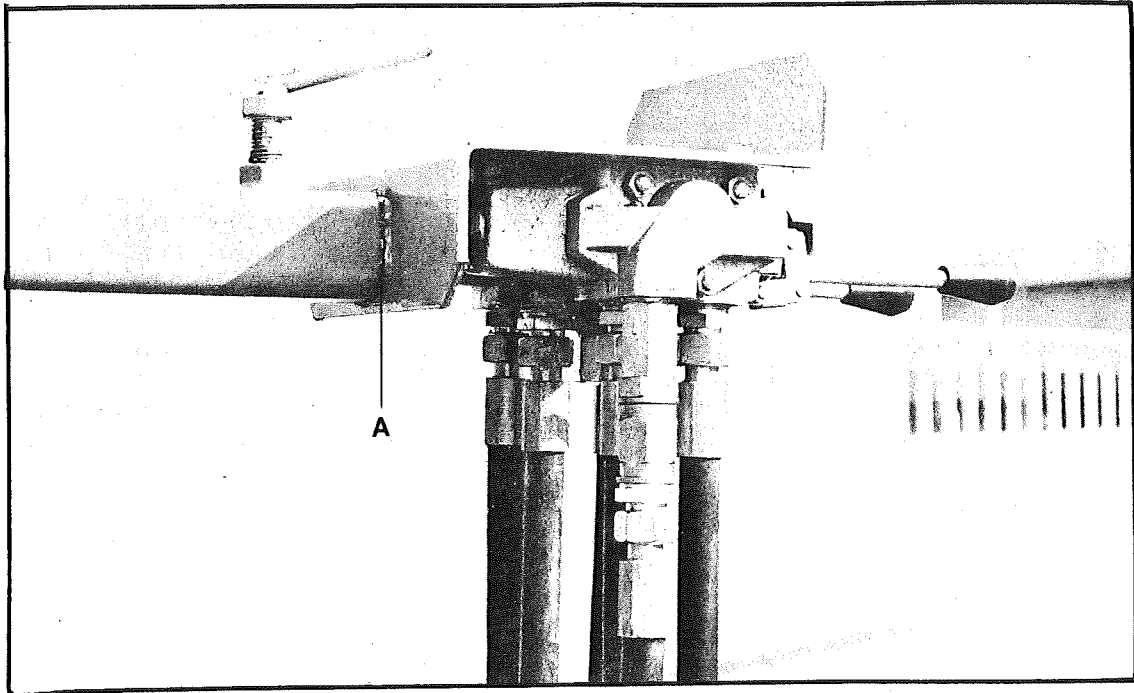

Abb. 1.
3. Die Schläuche mit Hilfe der Schnellkupplungen (Schlauch "in" (ein) mit der Druckleitung und Schlauch "out" (aus) mit der Rückleitung) mit dem Schlepper verbinden (siehe Pfeile) und den Steuerblock (siehe Abb. 1-A) über das Ausschiebesystem unter Handbereich bringen.